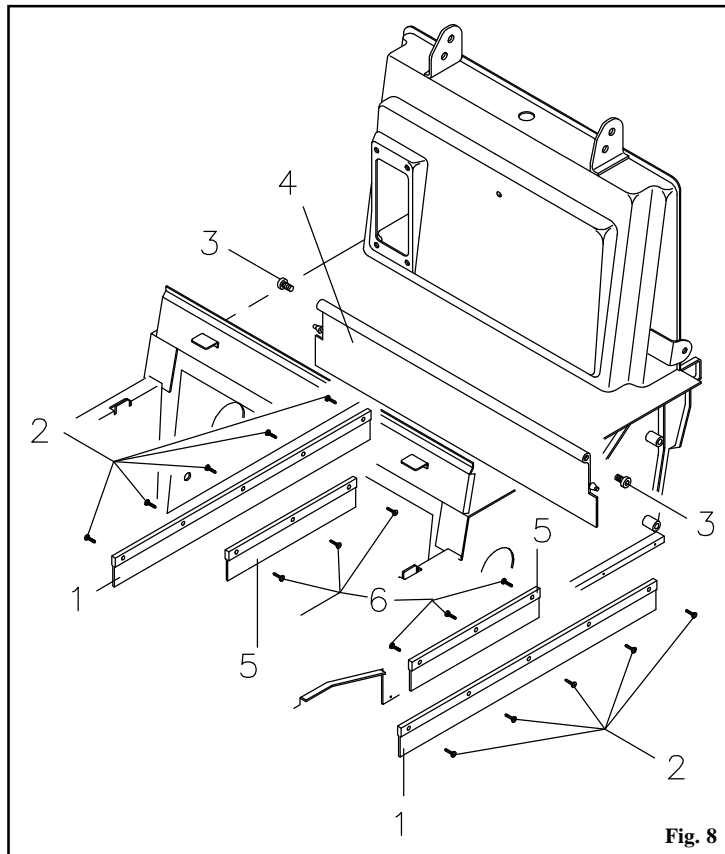

Fig. 8
Para substituir os flaps laterais, **pos. 1, Fig. 8**, retire as rodas traseiras e os respectivos cárteres laterais. Desenrosque os parafusos de fixação do flap ao chassis da máquina, **pos. 2, Fig. 8**, e substitua-os pelos novos.
Para substituir os flaps laterais internos, **pos. 5, Fig. 8**, levante a parte dianteira da máquina e desenrosque os parafusos, **pos. 6, Fig. 8**, de fixação dos flaps ao chassis da máquina. Substitua-os pelos novos.
- Desenrosque os dois pernos de fixação do flap, **pos. 3, Fig. 8**, localizados nas faces laterais do chassis da máquina.
- Pegue no flap e puxe-o, **pos. 4, Fig. 8**, para fora da máquina.